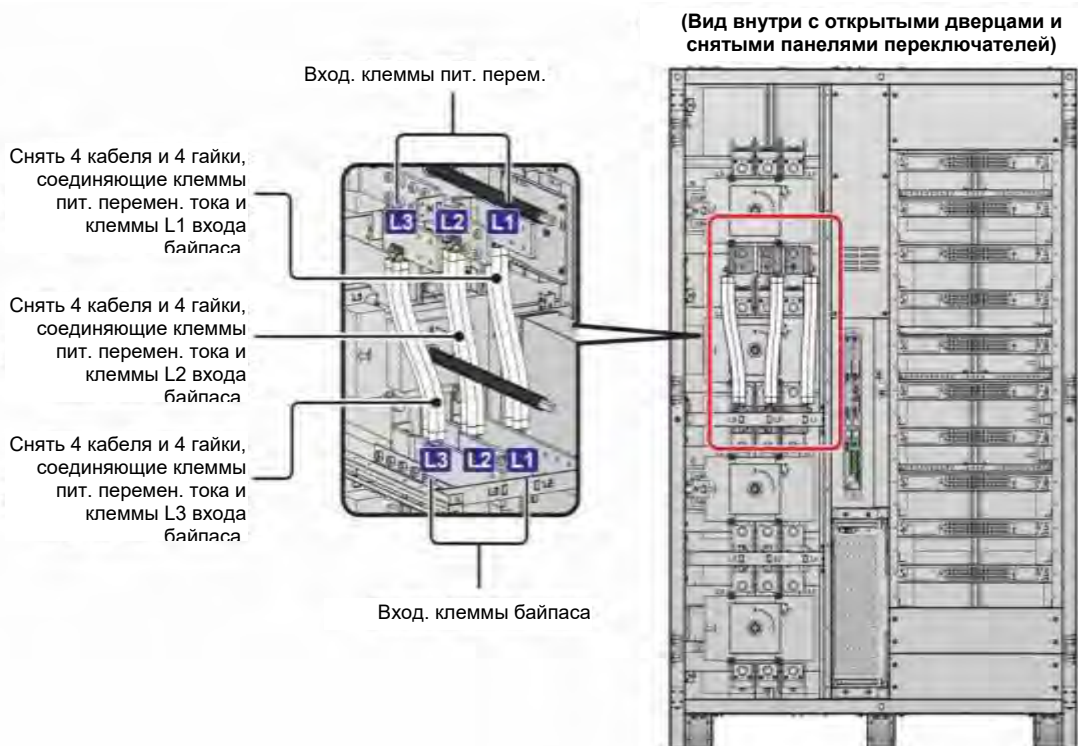

Рисунок 5-6: Снятие 12 кабелей, соединяющих клеммы (L1/L2/ L3) главного и байпасного питания
- 2 Открутите 12 гаек, чтобы снять 12 кабелей, соединяющих клеммы входа питания переменного тока (L1/ L2/ L3) и входные клеммы байпаса (L1/ L2/ L3), для изменения схемы подключения к одной линии на схему подключения к двум линиям. См. **Рисунок 5-6**.